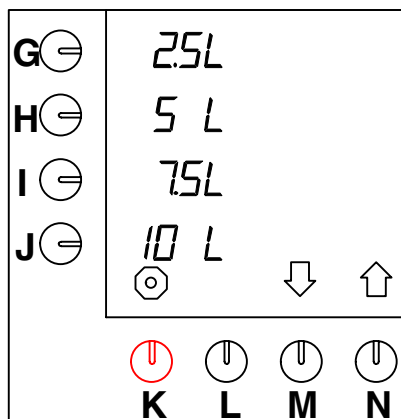

Abb. 33 Serienmäßige Vorwahl der Tasten
Das Gerät ist serienmäßig auf die Einheit L (= Liter) eingestellt. Sie können die Einheit ändern. (Diese Einheit steht serienmäßig im Display bei den Vorwahltasten (Abb.33)).
- Drücken Sie auf die Wahltaste (N.)↑, bis Abb.33 im Display erscheint.